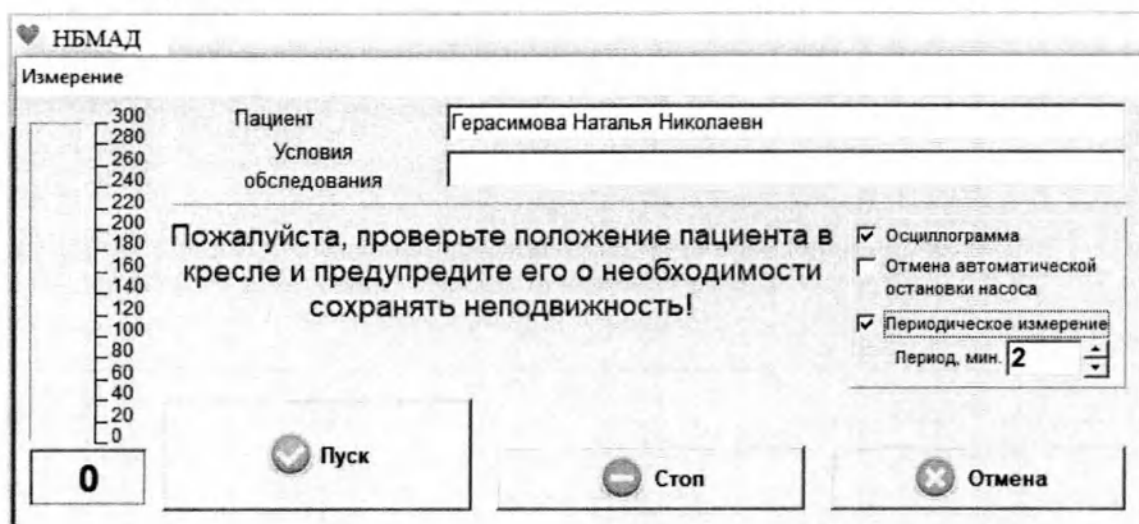

Рис. 20. Окно «Измерение», запись в режиме периодического измерения
- до нажатия кнопки «Старт» установить на вкладке «Периодическое измерение» флажок; при этом на вкладке появится дополнительное окно с цифрами и регулируемыми стрелками (рис.20);